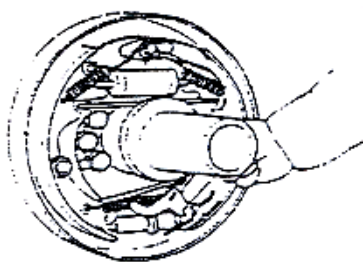
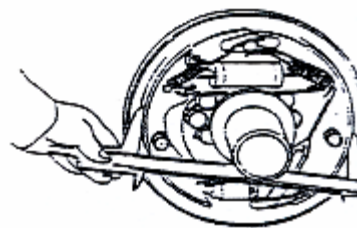

Рис. 2-28
Рис. 2-29
- (8) Смонтируйте тормозную колодку на фиксированную ось, затем установите возвратную пружину на тормозную колодку. Сначала установите основную тормозную колодку, затем вспомогательную. См. Рис. 2-28.
- (9) Установите регулятор, пружину регулятора, толкатель, возвратную пружину толкателя. При установке обратите внимание на следующие моменты:
- (10) Присоедините тормозные трубки к колесным цилиндрам.
(11) Измерьте внутренний диаметр тормозного барабана и наружный диаметр тормозных колодок, затем при помощи регулятора установите зазор между колодками и тормозным барабаном, равный 0,3мм - 0,5мм. См. Рис. 2-29